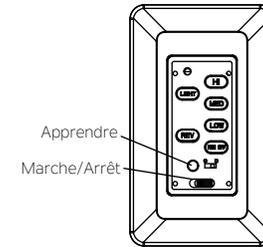

Fig. 24
Étape 1. Une fois l'installation terminée, appuyer sur le bouton LEARN pendant 3 secondes dans les 30 secondes suivant la mise sous tension. Le ventilateur se met en marche à vitesse moyenne et la lumière s'allume (si installée). Le paramètre SMART SYNC est donc actif et correct. (Fig. 24)